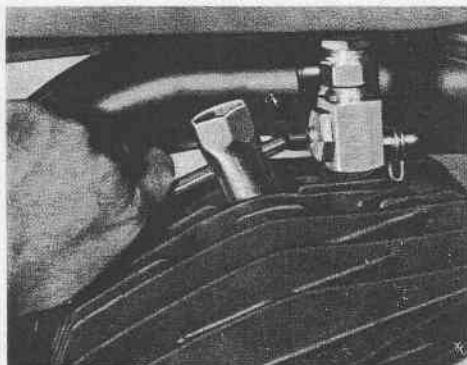

Fig. 13 - Smontaggio candela
- Sbloccare la candela (sempre a motore freddo) usando l'apposita chiacve (Fig. 13) e svitarla a mano fino alla completa fuoriuscita.